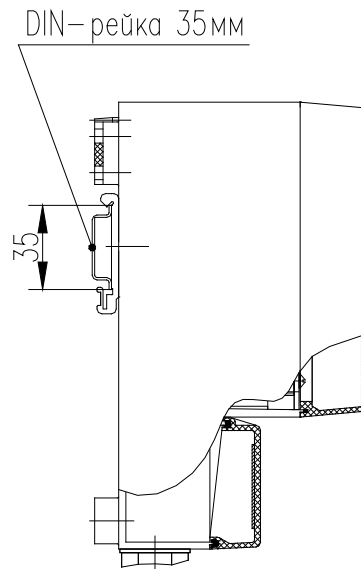

Рис.2.2.13. Монтаж БОИ на DIN-рейку.
2.2.10.2 На рис.2.2.13 показан монтаж БОИ на DIN-рейку.